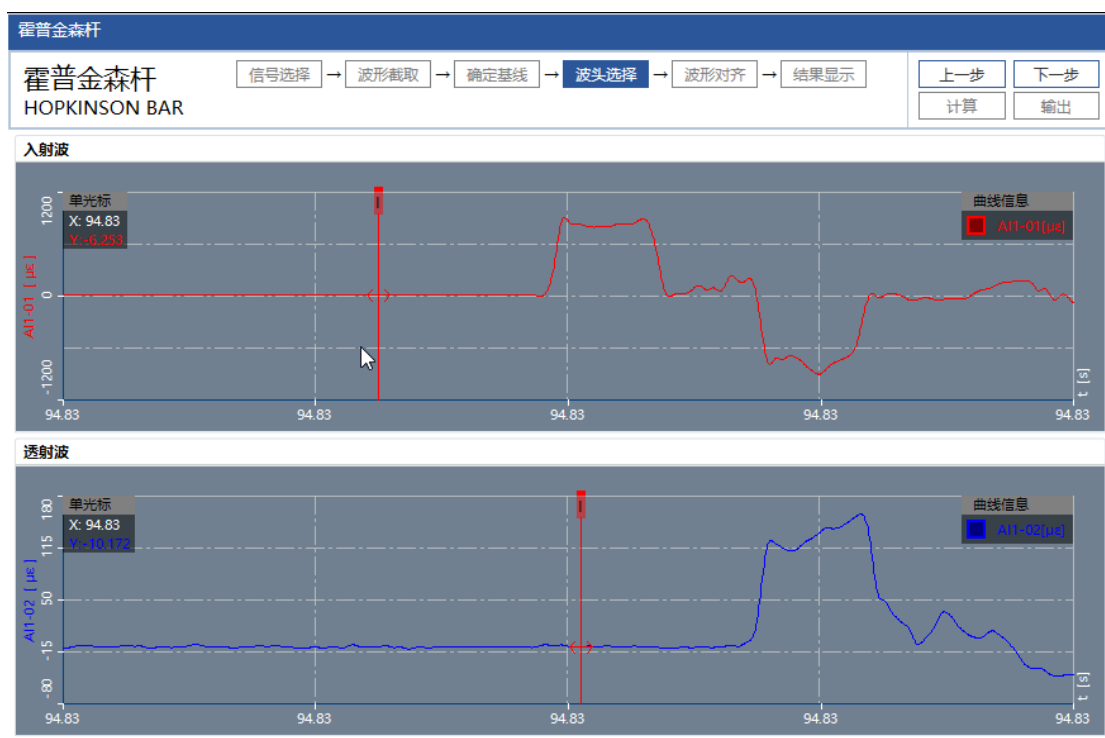

图 7 波头选择
5.3.2 进入波头选择后，数据显示的是去基线均值后的结果，分开显示；如图 7 所示：